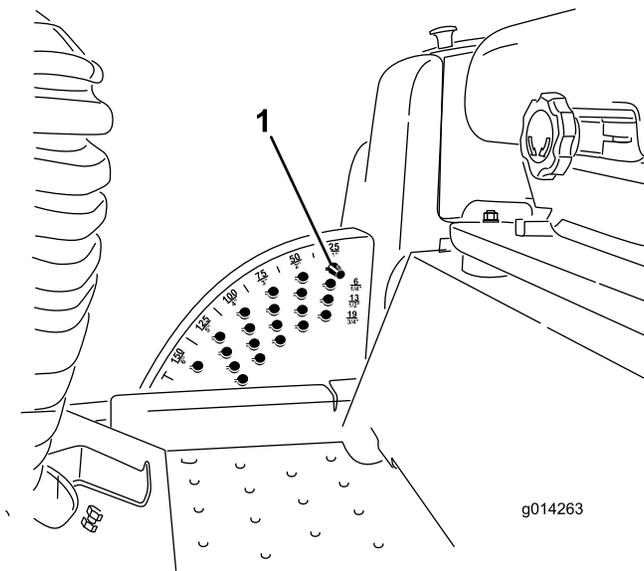

Bild 6
1. Ziehen Sie den Mähwerkhubhebel bei laufendem Motor zurück, bis das Mähwerk ganz angehoben ist, und lassen Sie den **Hebel sofort los** (Bild 6).
2. Drehen Sie zum Einstellen den Anschlagstift so lange, bis die Linien am Spannstift mit den Schlitzen in den Löchern in der Schnitthöhenhalterung ausgerichtet sind. Nehmen Sie ihn dann ab (Bild 6).
3. Wählen Sie ein Loch in der Schnitthöhenhalterung, das der gewünschten Schnitthöhe entspricht, stecken Sie den Stift ein und drehen Sie ihn ein, um ihn zu arretieren (Bild 6).
Hinweis: Es gibt vier Reihen der Lochpositionen (Bild 6). Die oberste Reihe ergibt die Schnitthöhe, die über dem Stift steht. Die zweite Reihe ergibt die Schnitthöhe plus 6 mm. Die dritte Reihe ergibt die Schnitthöhe plus 12 mm. Die unterste Reihe ergibt die Schnitthöhe plus 18 mm. Für die Stellung von 15,8 cm gibt es nur ein Loch, das in der zweiten